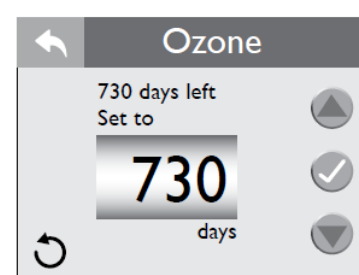

Figura 6.6j
1. No menu "Water Care", você pode definir o temporizador de "Ozônio", Figura 6.6J.